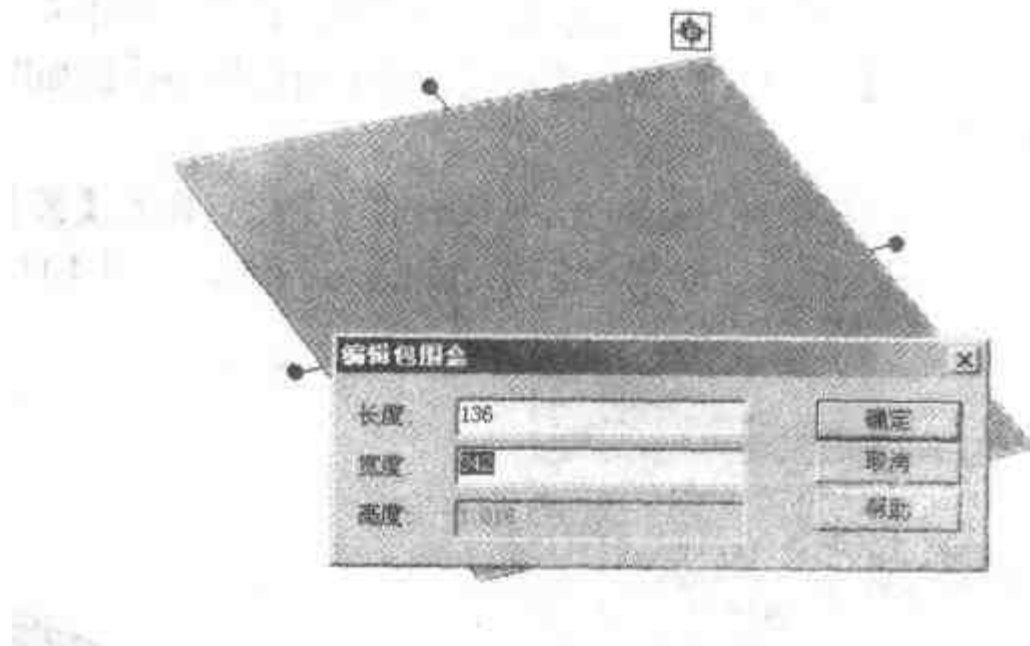

图 4.117 编辑包围盒
- (2) 从【钣金】设计元素库将一【板料】拖放到设计环境中，并设定好包围盒参数，如图 4.117 所示。